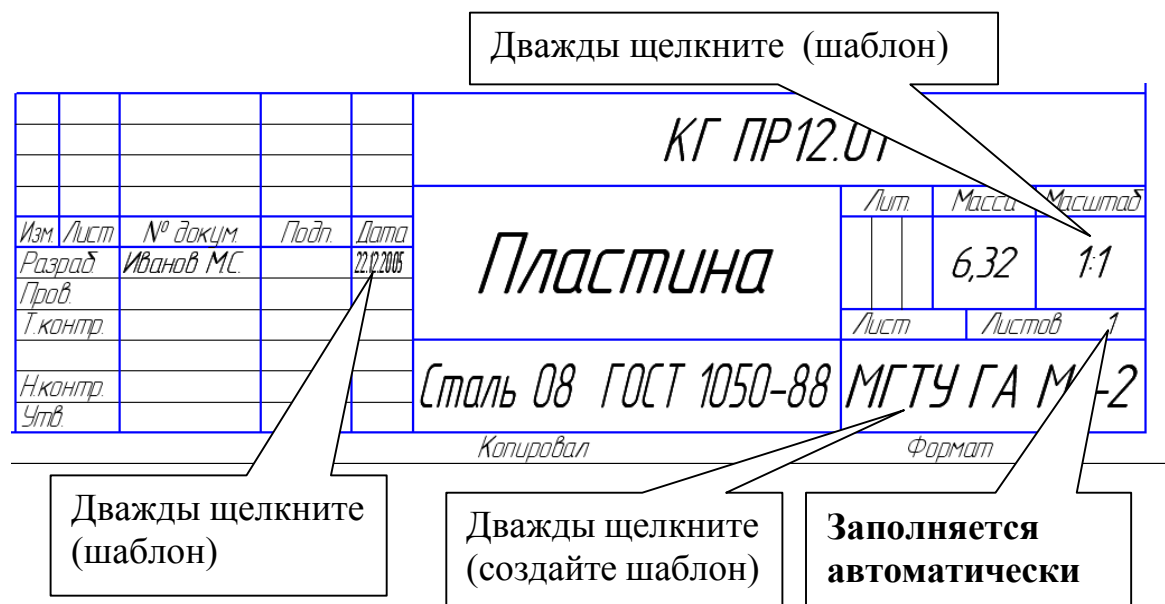

Рис. 26
- Заполните основную надпись. Частично некоторые графы заполнены, так как информация содержалась в свойствах пространственной модели. В меню выберите **Вставка – Основная надпись** или дважды щелкните по основной надписи. Заполните графу «Обозначение», рис. 26.
После вызова текстового шаблона (дважды щелкните в графе основной надписи) для создания шаблона МГТУ ГА М2-1, рис. 26, выберите **Вставка**